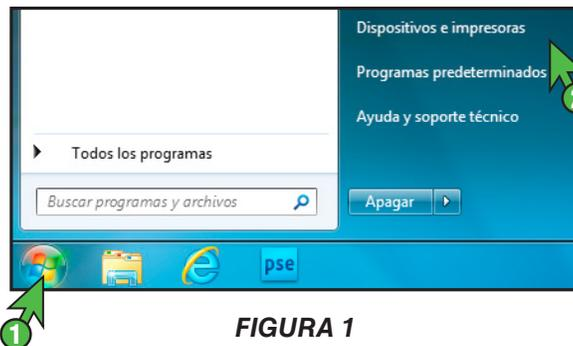

FIGURA 1
1. Para ver los ajustes de configuración del software PowerDriver V4, haga clic en el icono Inicio y seleccione Dispositivos e impresoras (véase la FIGURA 1). Si está utilizando una versión anterior del sistema operativo Windows, deberá seleccionar Impresoras y faxes.